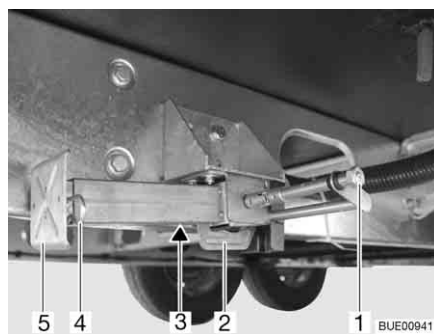

Fig. 32 Apoio de elevação
- Encaixe a chave de caixa na peça sextavada (Fig. 32,1) e gire, até o apoio de elevação ficar verticalmente voltado para baixo.
- Quando o apoio de elevação é de comprimento ajustável, puxe o contrapino (Fig. 32,4) para fora da peça de prolongamento do pé de apoio (Fig. 32,5).
- Encaixe a chave de caixa na peça sextavada (Fig. 32,1) e gire, até o apoio de elevação deixar de estar apoiado no chão.
- Empurre completamente para dentro a peça de prolongamento do pé de apoio (Fig. 32,5) e encaixe o contrapino (Fig. 32,4) no orifício previsto para ele na peça de prolongamento do pé de apoio.
- Gire a peça sextavada (Fig. 32,1) até o apoio de elevação se ter deslocado para cima e o guia (Fig. 32,2) ficar completamente encostado no fim da ranhura (Fig. 32,3).